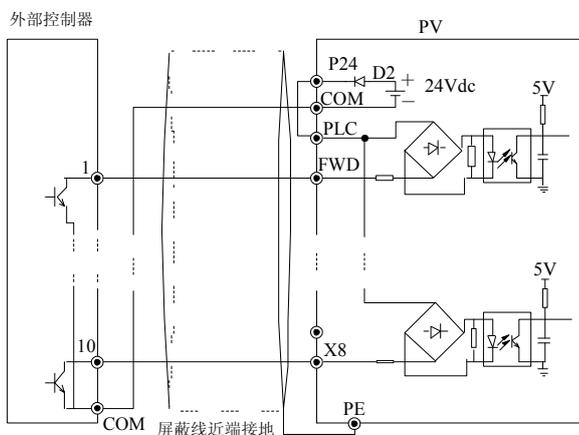

图3-24 使用变频器内部+24V 电源的源极连接方式
①使用变频器内部+24V 电源，外部控制器为 NPN 型的共发射极输出的连接方式，如图 3-24 所示。